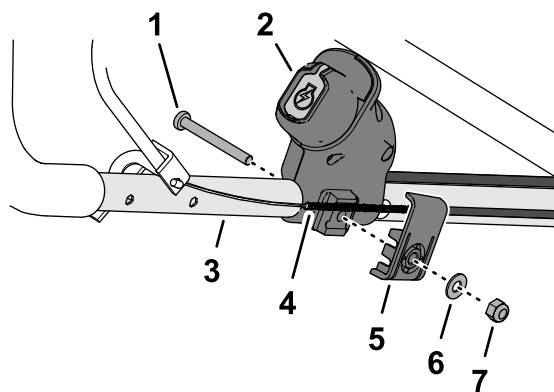

Figure 13
2. Au-dessus de la fixation enfichable, montez l'interrupteur de démarrage électrique sur le guidon (Figure 13).